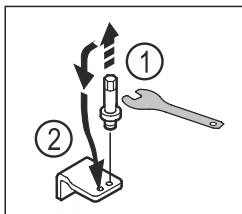

Fig. 21
- ▶ Odšroubujte šroub spodního stojanu ložiska pomocí imbusového klíče SW5. Fig. 21 (1)
- ▶ Zasuňte čep na opačné straně. Fig. 21 (2)